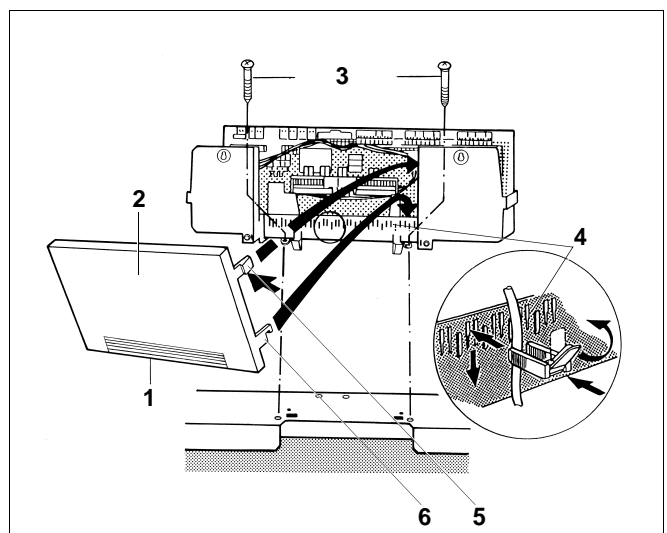

Abb. 15 Rückwand entfernen
- Regelgerät hinten rechts und links im Kabeldurchgang mit 2 Schrauben (Abb. 15, **Pos. 3**) auf der vorderen Kesselhaube anschrauben.
Bei Bedarf Ausbrechteil (Abb. 15, **Pos. 1**) am Rückwandteil (Abb. 15, **Pos. 2**) ausbrechen bzw. ausschneiden.
- **Nur Regelsystem Logamatic 4000:** Die beiden unteren Haken (Abb. 15, **Pos. 6**) rechts und links an dem Rückwandteil (Abb. 15, **Pos. 2**) mit dem Schlitz in die obere Kante des Schellenrahmens (Abb. 15, **Pos. 4**) einsetzen.
- Die beiden oberen elastischen Schiebhaken (Abb. 15, **Pos. 5**) leicht nach innen drücken (Pfeil) und das Rückwandteil (Abb. 15, **Pos. 2**) so einlegen, dass die beiden Haken einrasten.
#### Legende für Abb. 15